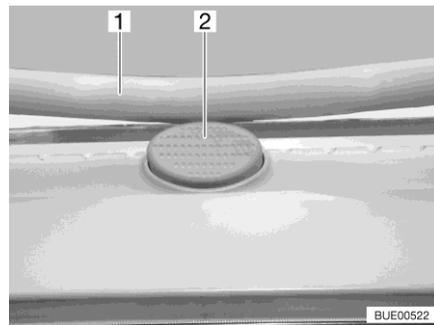

Bild 28 Sicherungsknopf (Heki-Dachhaube)
- Den Sicherungsknopf (Bild 28,2) drücken und den Bügel (Bild 28,1) mit beiden Händen nach unten ziehen.
- Den Bügel mit beiden Händen nach oben drücken, bis der Bügel oberhalb des Sicherungsknopfes (Bild 28,2) liegt.